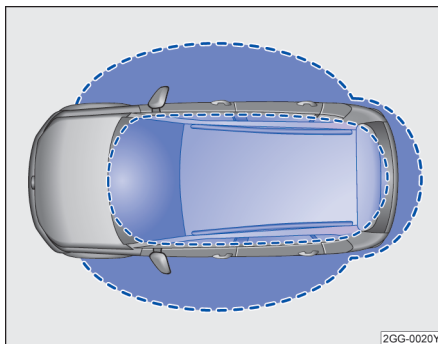
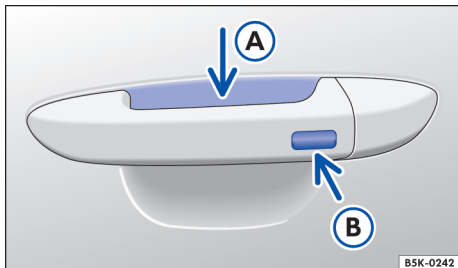

图 47 无钥匙进入闭锁/启动系统：工作范围
图 48 无钥匙系统 Kessy：车门拉手上的传感区
Kessy 是一种无钥匙系统，它可以实现在不操作遥控钥匙的情况下解锁或锁止汽车。操作者只需随身携带一把有效遥控钥匙，并处于车门或行李厢盖的有效感应区域内→图 47，同时触摸车门拉手上的传感区之一→图 48 或按压行李厢盖上的按钮即可实现。
如果有一把有效遥控钥匙在有效感应区域→图 47 内，则无钥匙系统 Kessy 会将访问权限授予该钥匙。紧接着可以在不主动操作遥控钥匙的情况下执行以下功能：
- 抓住车门拉手 →图 48（箭头 A）。
- 触摸车门拉手上的传感区 →图 48（箭头 B）一次。汽车锁止。
如果在行李厢盖的有效感应区域→图 47 有一把有效的遥控钥匙。
- 要便捷关闭所有电动车窗和天窗，请用手指按住车门拉手上的传感区→图 48 **③**几秒钟。
- 松开传感区**③**即可中断该功能。如果在松开车门拉手上的传感区**③**后立即将手放入**④**内，则所有车窗停在原位置（安全功能）**⚠**→第 64 页。
如果有水柱或水流从车门把手传感器→图 48**①**（箭头）处暂时移开，然后又移回（例如洗车时），则所有车窗均有可能打开→第 58 页，便捷功能。